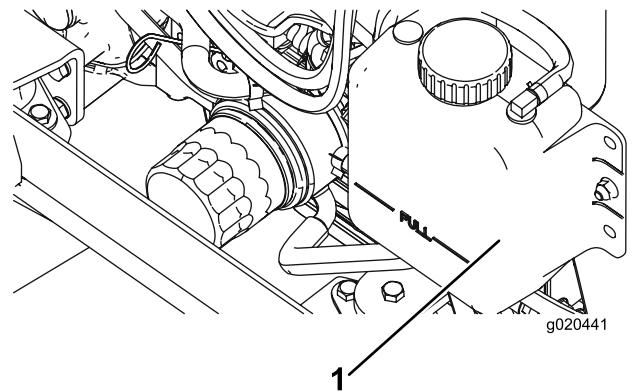

Bild 95
1. Nehmen Sie den Kühlerdeckel und den Deckel des Ausdehnungsgefäßes vorsichtig ab (Bild 95).